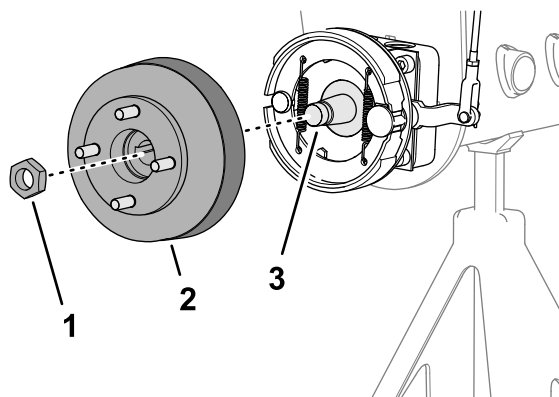
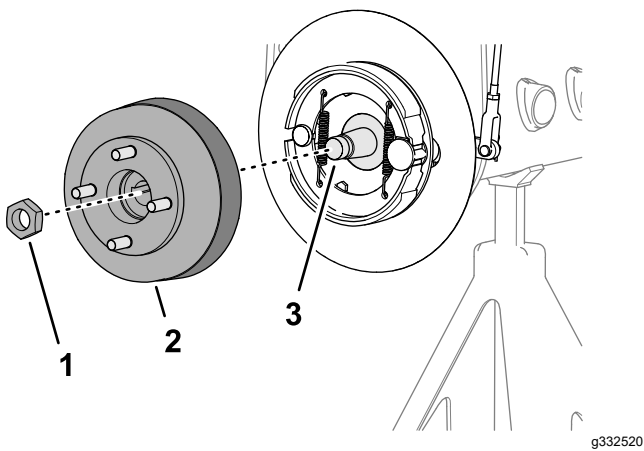

图 77
图 78
1. 卸下将轮毂固定到车轮马达轴上的锁紧螺母 图 77 或 图 78。
4. 使用指定的轮毂拉拔器从车轮马达轴上卸下轮毂和制动鼓图 77或图 78。